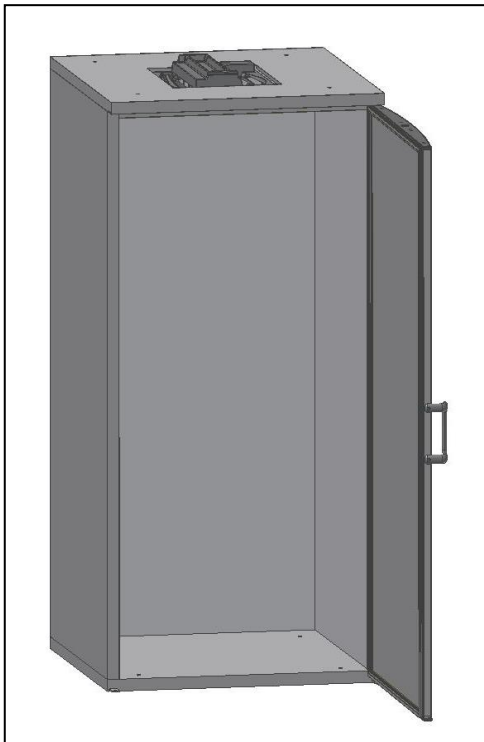

Fig. 9
- Encaixar **porta** no fundo e no tampo (Fig.9). A porta pode ser montada a abrir para a esquerda ou para a direita.